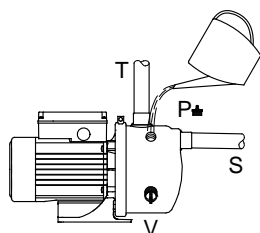

Fig. 5 Riempimento della pompa con acqua
Rimuovere il tappo (V), vedi fig. 5, quindi installare l'eiettore nel foro.
1. Rimuovere il tappo (P). Vedi fig. 5.